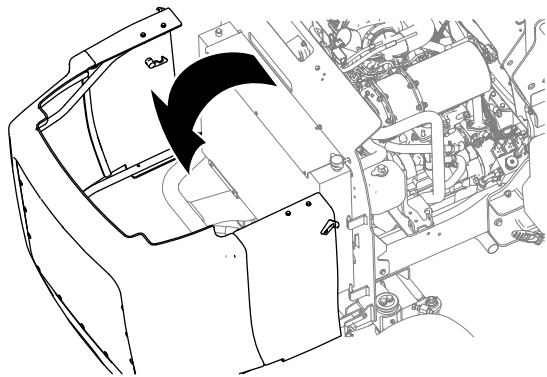

Figura 65
5. Sbloccate e aprite il cofano (Figura 65).